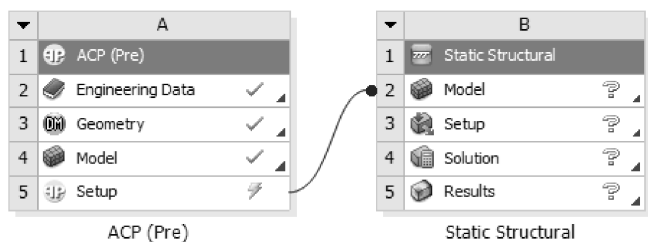

图 7-14 前处理数据导入结构静力环境
(1) 返回到 Workbench 主界面，在工具箱【Toolbox】的【Analysis Systems】中双击或拖动结构静力分析【Static Structural】到项目分析流程图。
(2) 单击复合材料前处理单元格【Setup】，并拖动到结构静力分析单元格【Model】并选择【Transfer Shell Composite Data】，如图 7-14 所示。